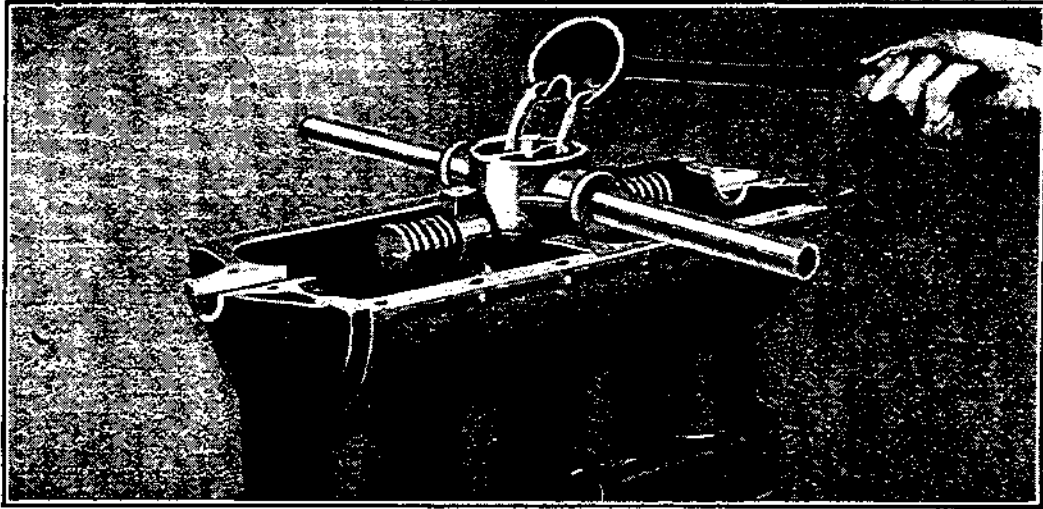

Fig. 150
**230** — Pendant que l'antifriction chauffe, laisser la louche dans le creuset afin que sa température soit la même que celle du métal. Se servir de deux louches ou d'une à deux becs pour la coulée et repousser l'écume en prenant l'antifriction, afin de ne se servir que de métal pur. Verser rapidement, des deux côtés simultanément (voir fig. 150), plus de métal qu'il n'est nécessaire pour former les coussinets..